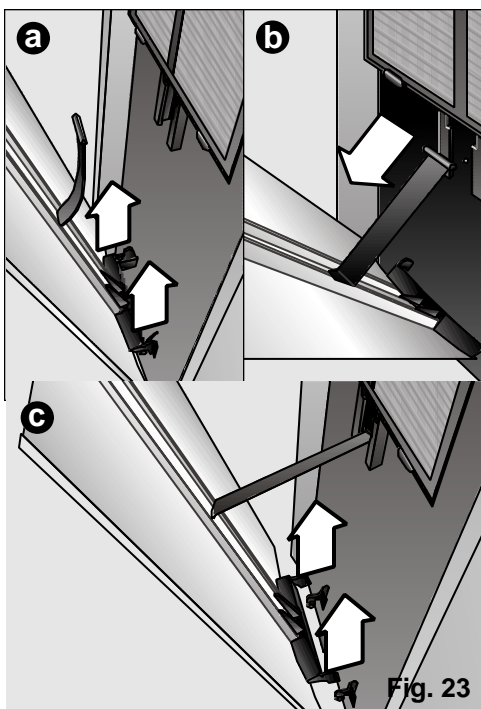

Fig. 23
- 1º Levantar a porta até a retirar dos apoios inferiores, (Fig. 23: a).
- 2º Posicionar a patilha de plástico na ranhura frontal do equipamento (em forma de T) e deslizá-la para baixo até ao batente de segurança, (Fig. 23: b).
- 3º Colocar as patilhas inferiores da porta nos batentes frontais do equipamento, com cuidado para evitar que a patilha de plástico colocada no passo anterior saia da sua localização, (Fig. 23: c).